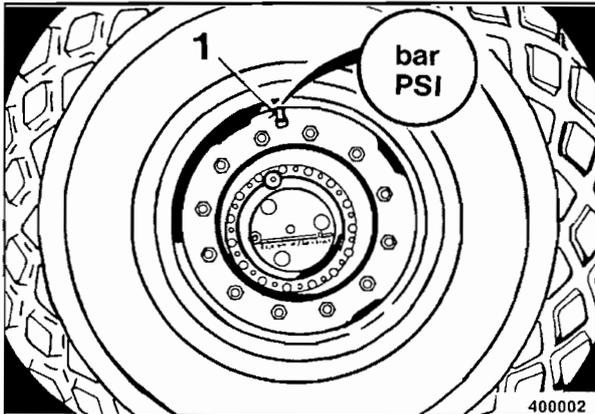

Fig. 63
- Medir la presión de inflado con el manómetro en la válvula de la rueda 1 (Fig. 63) con la válvula situada por arriba.